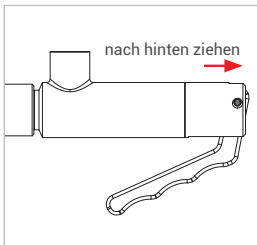

Abbildung 7
- ▶ Ziehen Sie leicht am Adapter (Roter Pfeil Abbildung 7) entgegen der Anschlussrichtung um sicherzustellen, dass der Adapter richtig angeschlossen ist.